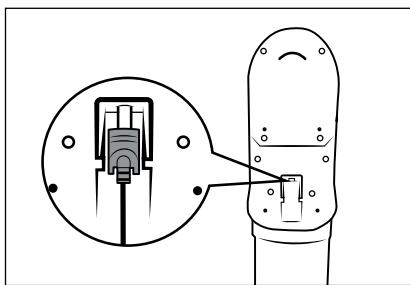

Abb. 8
- Laden Sie den Akku ② wieder auf, sobald die Batterieanzeige ⑦ eine geringe Restladung des Akkus ②  angezeigt.
- Das Gerät schaltet sich aus, kurz nachdem ein leerer Akku ②  angezeigt wird.
- Der Staubsauger kann auch direkt über den Netzadapter ⑩ geladen werden. Entnehmen Sie dafür den Hohlstecker ⑪ durch eine leichte Drehung aus der Wandhalterung ⑬ und stecken Sie ihn in die Ladebuchse ③ am Gerät (siehe Abb. 8).